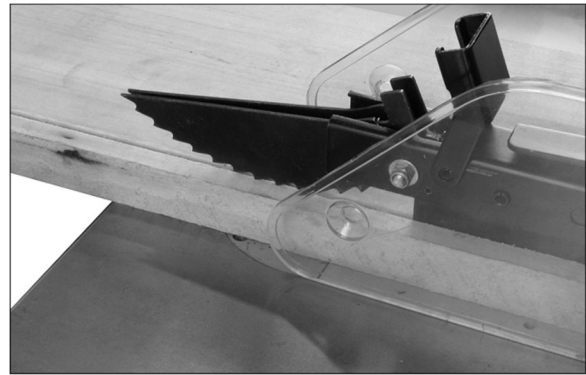

Figure 9-1
- ❑ Au fur et à mesure que la machine est utilisée, il faudrait vérifier régulièrement le fonctionnement des linguets antirecul (Figure 9-1). Si les linguets n'arrêtent pas le mouvement de recul d'une pièce, aiguissez à nouveau tous les points.